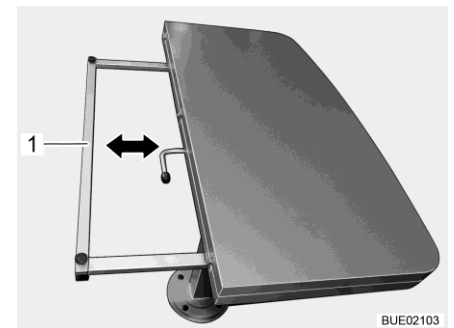

Bild 131 Tischplatte verkleinern
- Den Stützrahmen (Bild 131,1) auf beiden Seiten halten und gleichmäßig bis zum Anschlag unter die Tischplatte schieben.